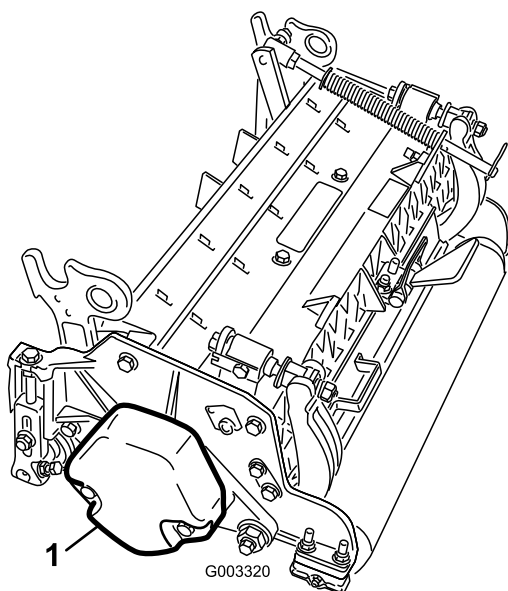

Рисунок 4
4. Убедитесь в том, что противовес (**Рисунок 4**) установлен с соответствующего конца режущего блока, как описано в *Руководстве по эксплуатации* режущего блока.